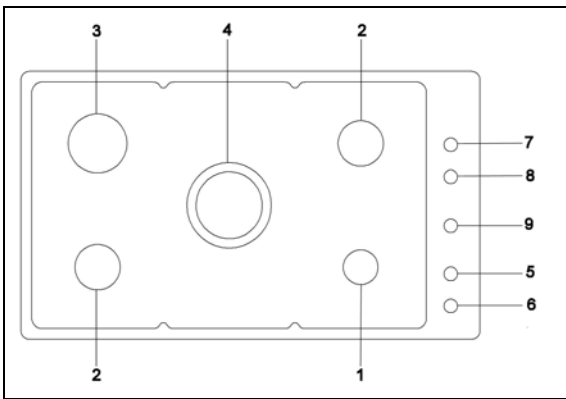

Fig. 13
- TABLE DE CUISSON AU GAZ MODELE **P910**, cfr. FIG.13 - Schéma Electrique B